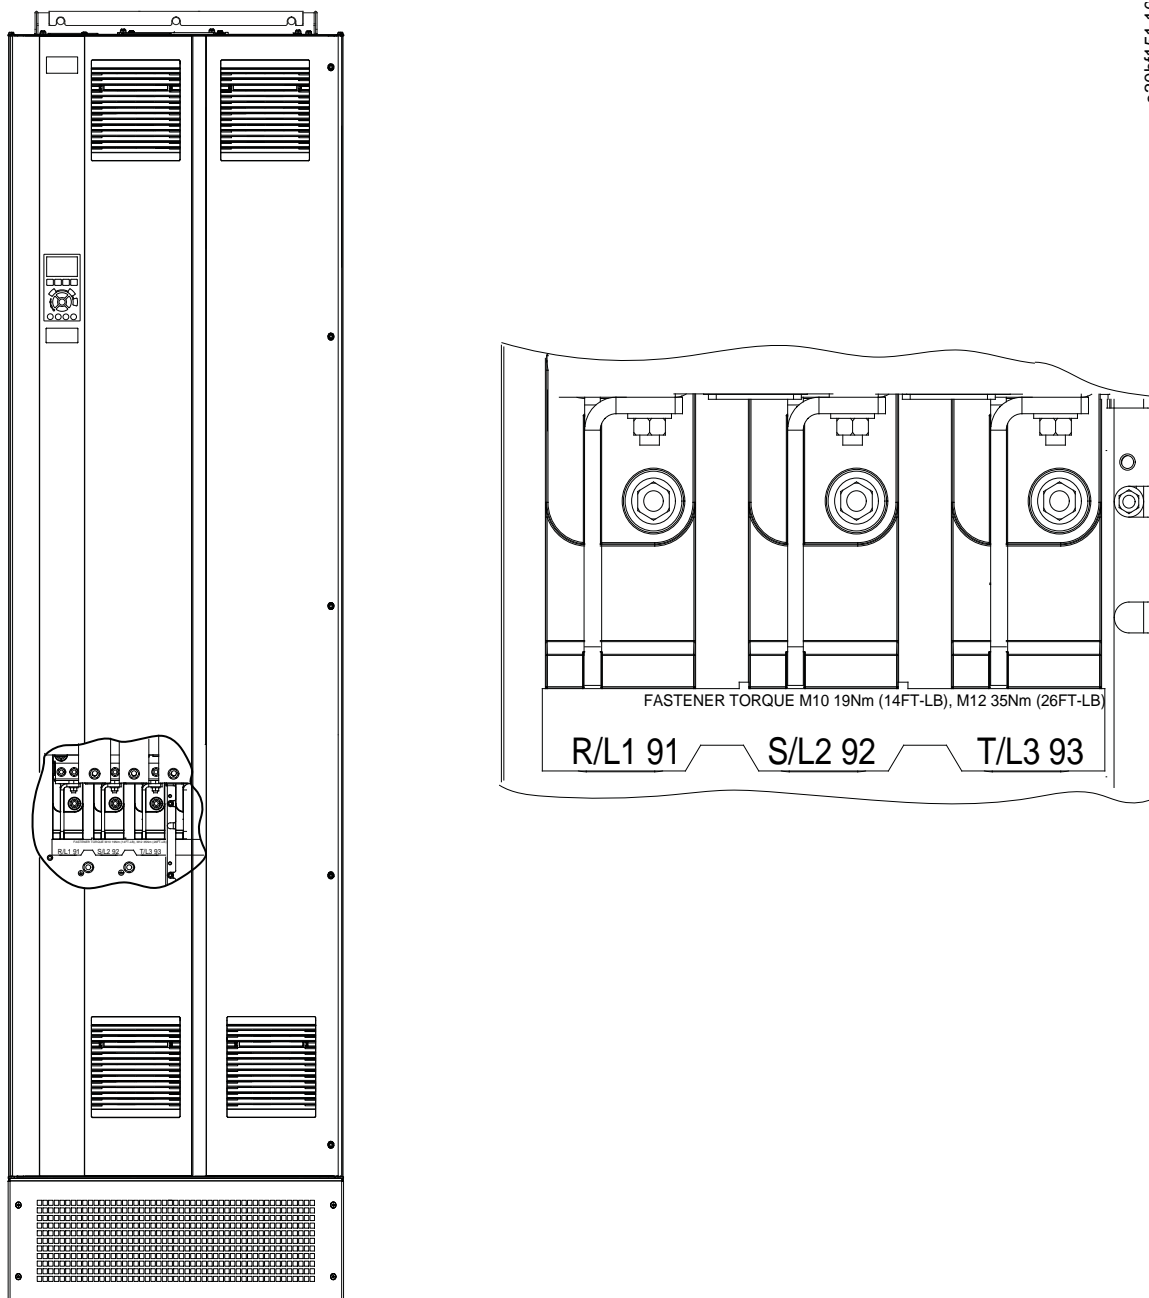

Рисунок 19: Клеммы подключения сети пер. тока (показан корпус E1h).
4. Подключите проводку трехфазной сети переменного тока к клеммам R, S и T (см. Рисунок 19).